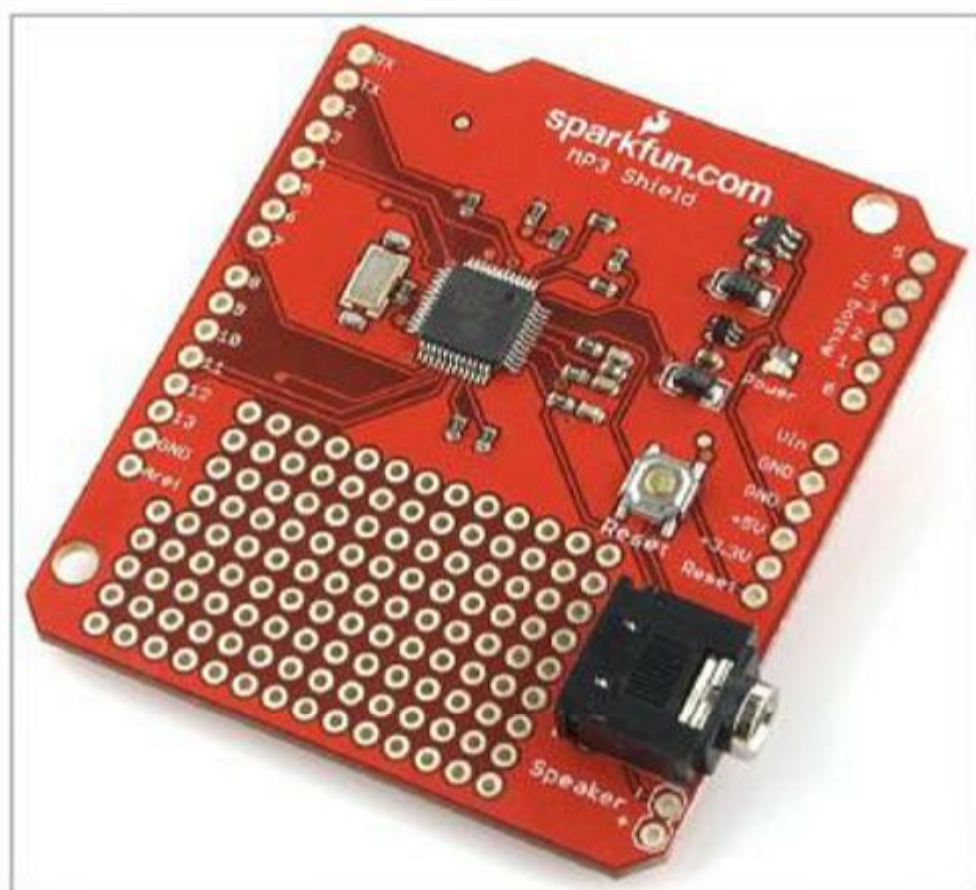

Рис. 3.5. MP3 Shield
- ❑ **MP3 Shield** (рис. 3.5) — плата для воспроизведения звука в форматах Ogg Vorbis/MP3/AAC/WMA/MIDI и записи в Ogg Vorbis;